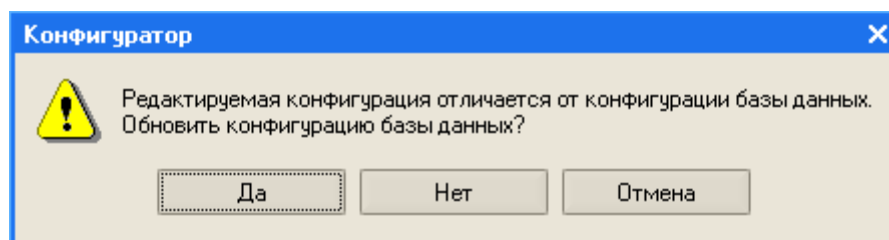

Рис. 8. Диалоговое окно с вопросом
2. На появившийся вопрос (рис. 8):